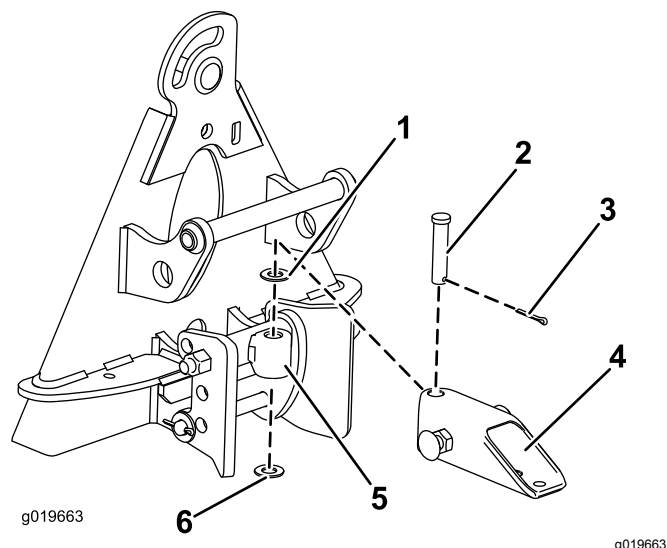

Figura 3
1. Prenda o conjunto do garfo do tubo ao conjunto do reboque com um passador de forquilha, 2 anilhas e um contrapino, posicionando como se mostra na Figura 3.